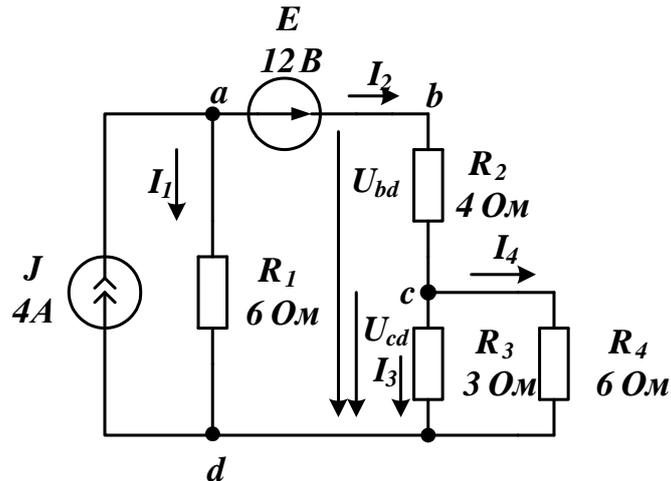
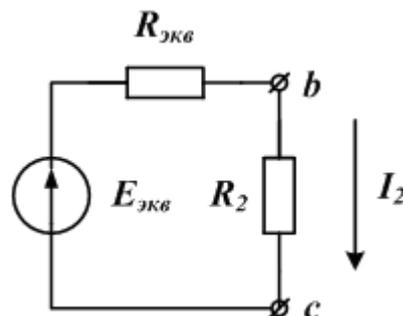

Рис. 2.3. Схема к заданию №1
Рис. 2.9. Схема эквивалентного генератора
Схема электрической цепи изображена на рис. 2.3. Найти токи во всех ветвях и напряжения U_{bd} и U_{cd} .
Если в схеме рис. 2.3 требуется найти ток только в одной ветви, например, ток I_2 в ветви bc , то такой расчет проще сделать *методом эквивалентного генератора*. Для этого отключим временно резистор R_2 и найдем напряжение холостого хода U_{bcx} между точками bc . Затем найдем входное сопротивление R_{bcvx} схемы относительно точек bc . Заменяем цепь с нагрузкой R_2 эквивалентным генератором (рис. 2.9), в котором $E_{\text{эКВ}} = U_{bcx}$, $R_{\text{эКВ}} = R_{bcvx}$.
В схеме рис.2.3 найти ток нагрузки I_2 и мощность в нагрузке методом эквивалентного генератора.
1. В режиме холостого хода ток в схеме рис. 2.3 будет проходить только в источнике тока и резисторе R_1 . Напряжение холостого хода найдем по формуле: